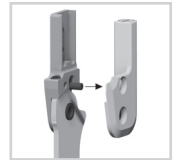

Fig. 17
- 3 Retirez la goupille de sécurité prémontée à l'aide d'un chasse-goupille (Fig. 17).